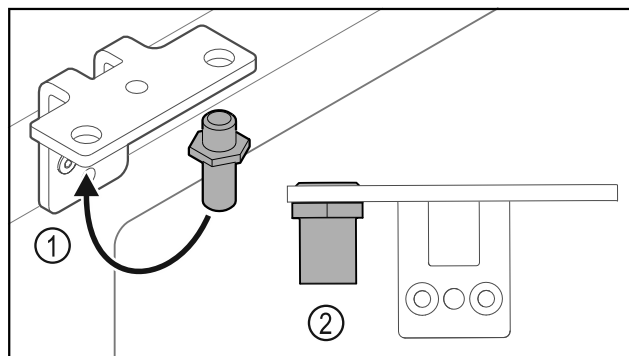

Fig. 34
- Helyezze át a csuklópántban a csapszeget Fig. 34 (1).
- Húzza meg a csapszeget Fig. 34 (2) **12 Nm-es forgatónyomatékkal**.